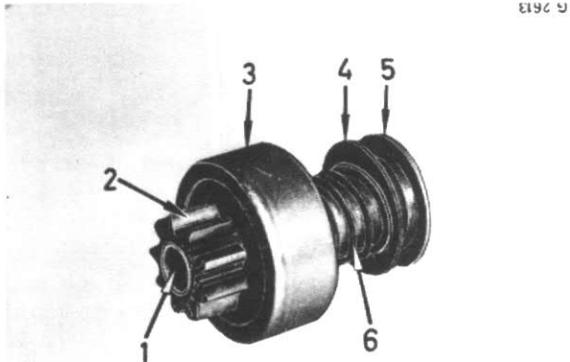

Figure 26
Légendes de la fig. 26 :
Vérifiez si le pignon (2), fig. 26 n'est pas usé ou endommagé. Engagez l'embrayage sur l'arbre de l'induit pour voir s'il n'est pas grippé.